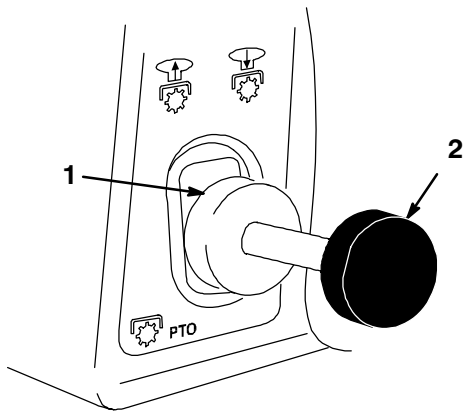

Figure 6
2. Tirez la commande de prise de force (PdF) en position embrayée (Fig. 6).
2. Poussez la commande de prise de force (PdF) en position débrayée (Fig. 6).